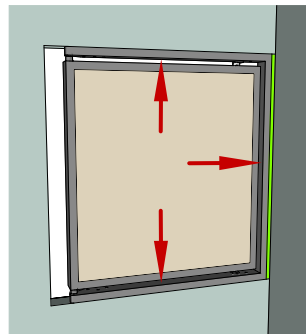

Рис. 11
- 1) Прижмите люк вплотную к проёму сверху, внизу и со стороны замка (Рис.11). (Если люк будет располагаться вплотную к проёму со стороны петель, то люк не откроется из-за соприкосновения плиток друг об друга сразу же при попытке открывания, даже если мы подточим край соседней плитки под 45 градусов).